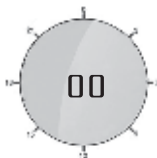

Рисунок 10. Начальная индикация в режиме программирования таймера
Нажмите клавишу меню  (1) для возврата в режим программирования таймера, на дисплее появится индикация «00» (рис. 10).